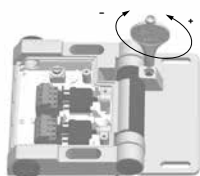

Abb. 6
5. Mit dem Einstellwerkzeug die Öffnerkontakte so einstellen, dass diese bei dem maximal zulässigen Türöffnungswinkel sicher geöffnet sind. Drehen im Uhrzeigersinn kleinerer Schaltwinkel, entgegen Uhrzeigersinn größerer Schaltwinkel (Abb. 6), bei Inneneinbau entsprechend umgekehrt. Der Zwangsöffnungswinkel ist 7° größer als der eingestellte Schaltwinkel.